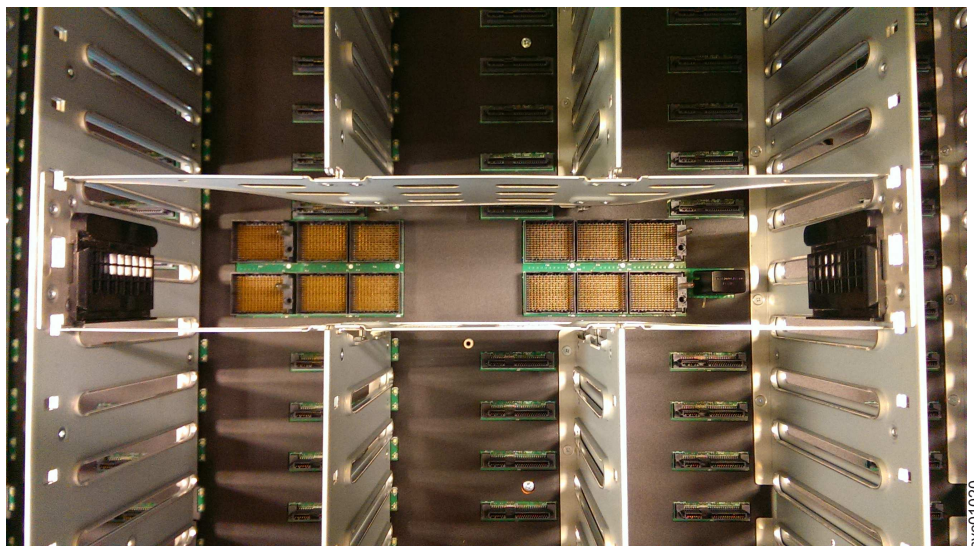

Abbildung 116. Anschlüsse für sekundäres Erweiterungsmodul
**Wichtig:** Um nach dem Entfernen des sekundären Erweiterungsmoduls einen Stromschlag zu vermeiden, berühren Sie keine der in Abb. 116 gezeigten Anschlüsse innerhalb des Gehäuses (FRU-Teilenummer 01LJ112).